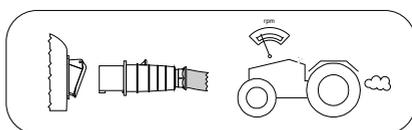

fig. 4b
3. Assurez-vous qu'aucun appareil n'est branché sur les prises du tableau électrique: mettre en marche le tracteur, et accélérer légèrement, en vérifiant l'absence de vibrations et/ou de bruits anormaux (fig. 4b).